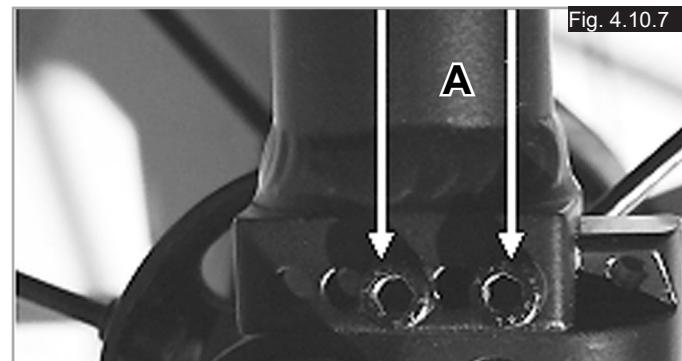

Fig. 4.10.7
For at justere tyngdepunktet (COG) fjern de 2 skruer, (A) og flyt beslaget til den foretrukne position, (Fig. 4.10.7). Genmonter og spænd skruerne (5 Nm).